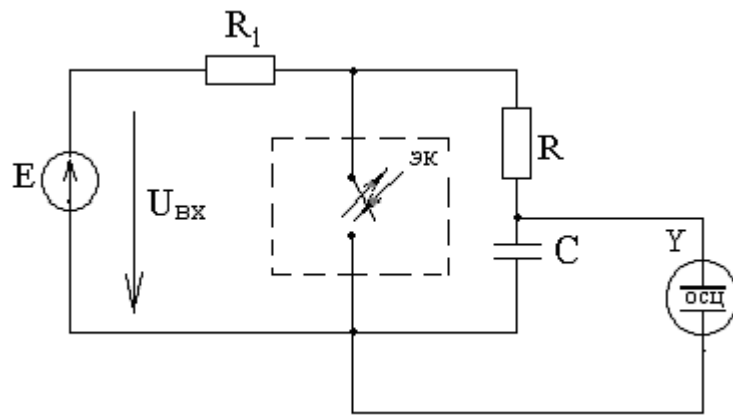

Рисунок 1.1 - Экспериментальная схема цепи RC
- 1.2.1 Собрать цепь (рисунок 1.1).